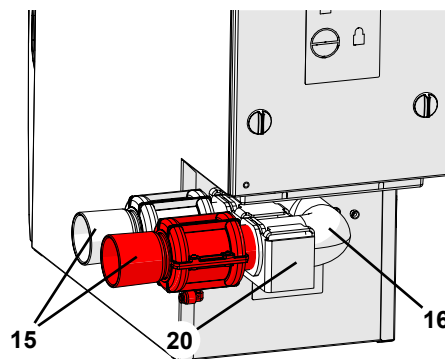

图 3
吸尘软管通过启动夹管阀（15，图3）控制开、关。
- ⇒ 将夹管阀 (15, 图 3) 从吸尘管 (16, 图 3) 中拉出。
- ⇒ 拧松花纹螺帽 (19)。
- ⇒ 旋转螺丝以松开吸尘管和吸尘管支架, 然后在背面把它从连接部件处移开。旋转螺丝以松开吸尘管 (16) 和吸尘管支架 (20), 然后在背面把它从连接部件处移开 (A)。
- ⇒ 把吸尘管从支架里撬出 (B), 翻转180度 (C) 重新把它放回到支架上的新位置里 (D)。
- ⇒ 把吸尘管插入到吸尘器的连接件上, 把支架挂在 (E) 支架螺丝 (26) 上。
- ⇒ 用滚花头螺丝 (19) 把支架安装固定好。